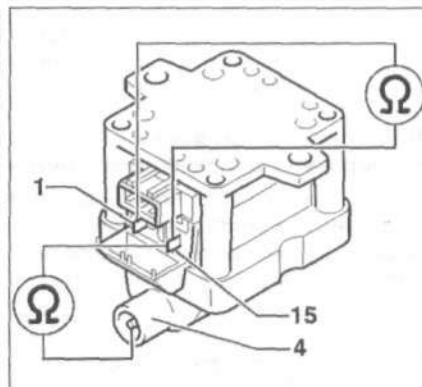

Рис. 5.63. Проверьте сопротивление между клеммами 1 и 15 первичной обмотки. Проверьте сопротивление между клеммами 4 и 15 вторичной обмотки.
2. Проверьте сопротивление между клеммами 1 и 15 первичной обмотки с помощью ручного мультиметра V.A.G 1526 (рис. 5.63). **Спецификационное сопротивление:** 0.5-0.7 Ом.